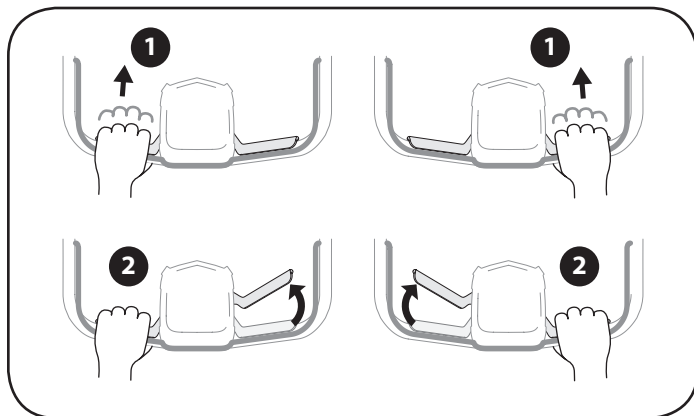

Figura 18
**NOTA:** Para desacoplar la tracción delantera (palanca izquierda) o la tracción trasera (palanca derecha), teniendo tracción en las cuatro ruedas, haga lo siguiente. Consulte la Figura 18: